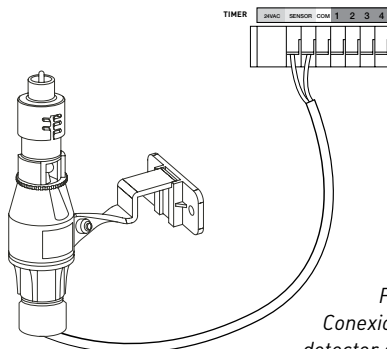

Figura 6:
- Coloque el interruptor de encendido y apagado del detector en la posición "on" para comenzar el funcionamiento (consulte la figura 6).